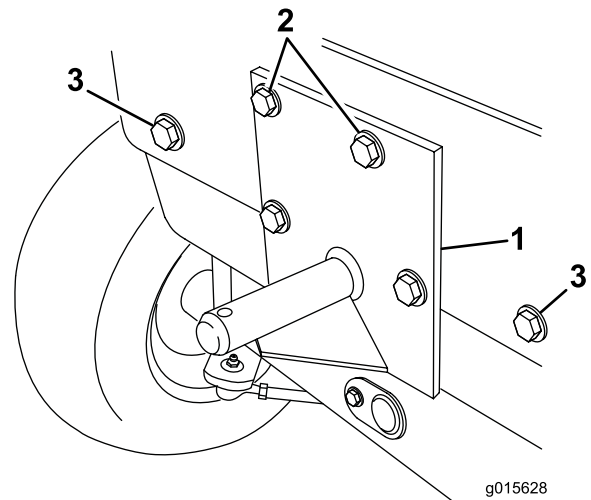

Figure 14
6. Placez le support arrière de la trémie sur le cadre arrière, comme montré à la Figure 14, en alignant les 2 trous inférieurs sur ceux du cadre. En vous servant du support comme guide, localisez, repérez et percez 2 trous (9/16 po) dans le cadre arrière.
7. Sur les modèles 30343 et 30344 à partir du numéro de série 260000001, insérez les 2 boulons (1/2 x 1-1/4 po) (fournis dans le kit) et les 2 rondelles-frein (1/2 po) retirés précédemment dans les trous extérieurs du cadre pour fixer la masse intérieure (Figure 14).
1-1/4 po), de la bride de fixation et de 2 contre-écrous (1/2 po) (Figure 14).
9. Sur les modèles à partir du numéro de série 260000001, fixez le haut du support arrière de la trémie sur le cadre au moyen de 2 boulons (1/2 x 3 po), de la bride de fixation, de 2 rondelles plates (1/2 po) et de 2 contre-écrous (1/2 po), comme montré à la Figure 14.